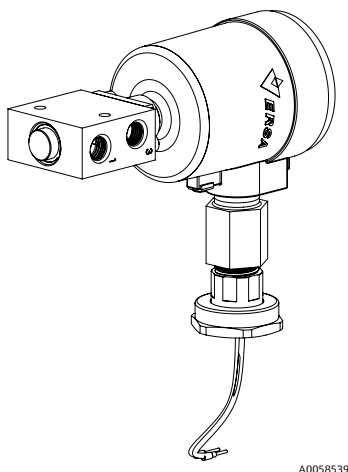
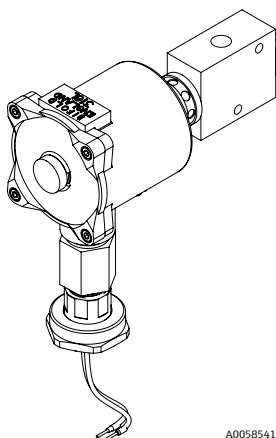

図 13. 取り外したソレノイドバルブ
図 14. Bifold バルブアセンブリ
4. ソレノイドバルブ、バリア、ユニオン上端をサンプル調製システムから引き出します（図 13 および 図 14 を参照）。